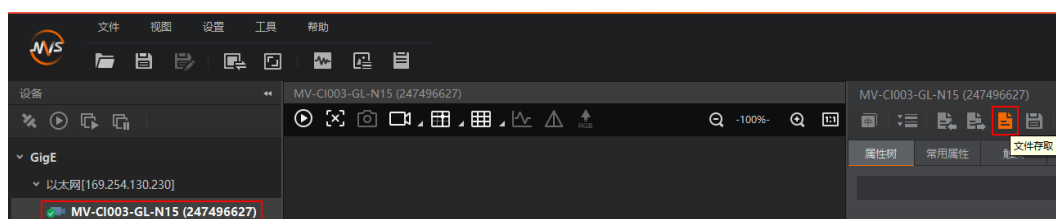

图8-8 文件存取
1. 在设备列表区，选择待存取文件的相机，并在 MVS 客户端右上方单击文件存取图标，如图8-8所示。